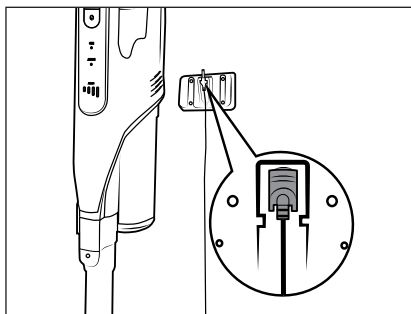

Fig. 6
- ◆ Insérez l'aspirateur par le haut dans le support mural **18**, afin que la fiche creuse **11** glisse dans la prise de recharge **3** en dessous de l'appareil. L'indicateur de batterie **26** se met à clignoter et la recharge débute (voir fig. 6 et 7).